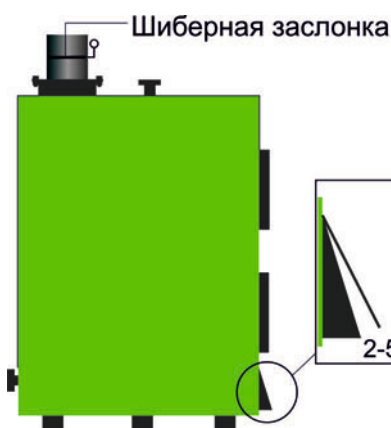

Рисунок 10.
- после того, как воздух в отапливаемом помещении нагреется, прикрыть дверцу регулировки подачи воздуха, оставив воздушный зазор примерно — 2-5 мм (рис. 10), закрыть на половину заслонку в дымоотводящем патрубке (если шибер шторный, то выдвинуть его до риски на шторке). Таким образом будет обеспечена правильная работа Котла и соответственно максимально эффективный, экономичный, комфортный режим работы, не требующий дополнительной регулировки до тех пор, пока в топке не останется топлива менее десятой части от полной загрузки;
приоткрыть дверцу регулировки подачи воздуха под 30-45 градусов относительно вертикали (рис. 8) на 5-10 минут, пока не займется дымом, не начнет тлеть вновь заложенное топливо (чем влажнее топливо — тем дольше), после чего необходимо вернуть дверцу регулировки подачи воздуха в положение 2-5 мм зазора (рис. 10);